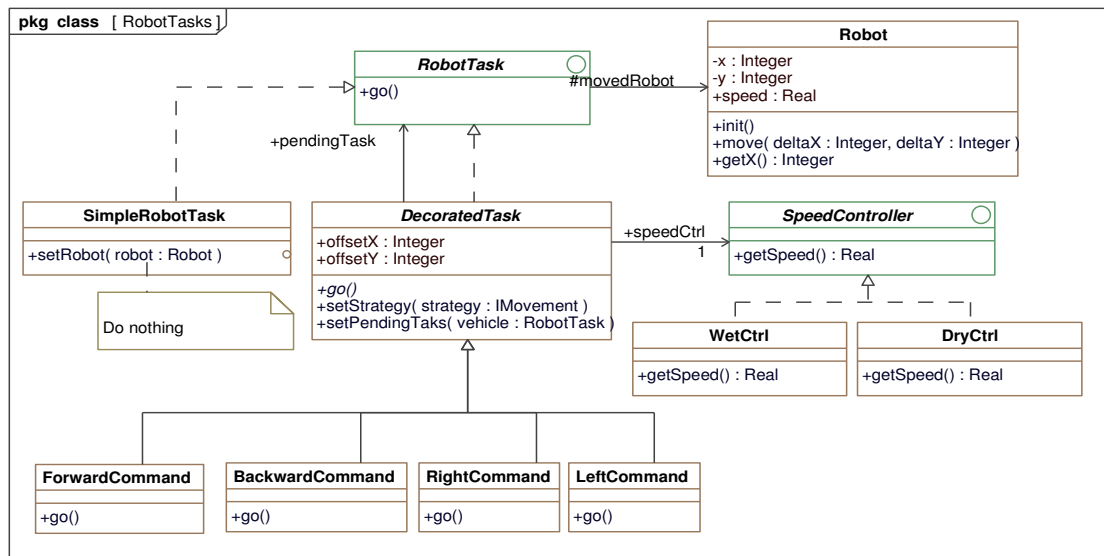

Figura 1 Diseño Orientado a Objetos de un Software de Robot Simple
Para el diseño de la Figura 1 orientado a objetos calcule las siguientes métricas: (1) Deep Inheritance Tree (DIT); (2) Coupling Between Objects (CBO); y (3) Number Of Children (NOC) para cada clase presente en el diagrama. Explique si existe alguna forma de reducir el valor de la métrica DIT, y si tal reducción es beneficiosa, perjudicial o inocua para el diseño.